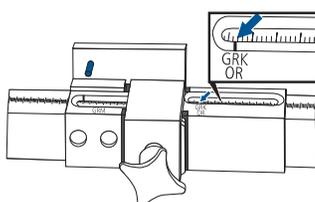

Bild 6: Skala für die Getriebschiene GRK SL und Oberschiene ORPA SL
- Messwert FFH (GRK) oder FFB (OR) an der Messeinrichtung auf die Markierung GRK (OR) einstellen (Bild 6).